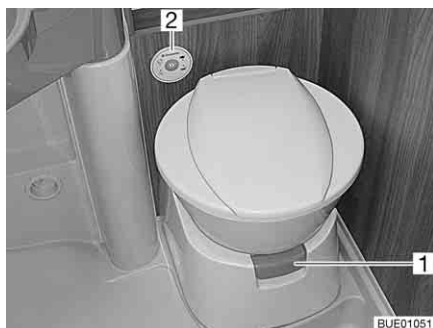
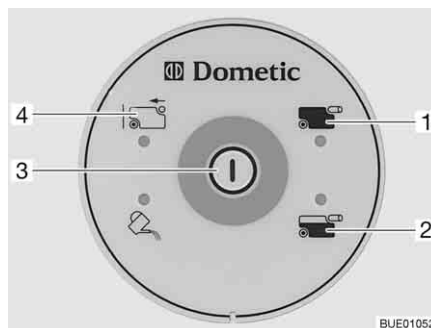

Bild 258 Toalettskål med kontrollenhet
Bild 259 Kontrollenhet toalett
Före användning av toaletten ska lite vatten hällas i toalettskålen. Tryck på spolknappen (Bild 259,3) på kontrollenheten (Bild 258,2).
- Öppna spjället på toaletten före spolning. Dra ut spjällspaken (Bild 258,1).
- För att spola, tryck på spolknappen (Bild 259,3).
Kontrollampan (Bild 259,2) tänds när latrintanken är fylld till 3/4.
Kontrollampan (Bild 259,1) lyser när latrintanken måste tömmas.
Kontrollampan (Bild 259,4) lyser när latrintanken är uttagen.